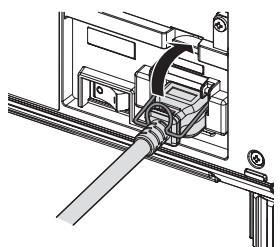

図1
- 2) 電源コードを固定している電源コードホルダーを上に持ち上げる（図 1）